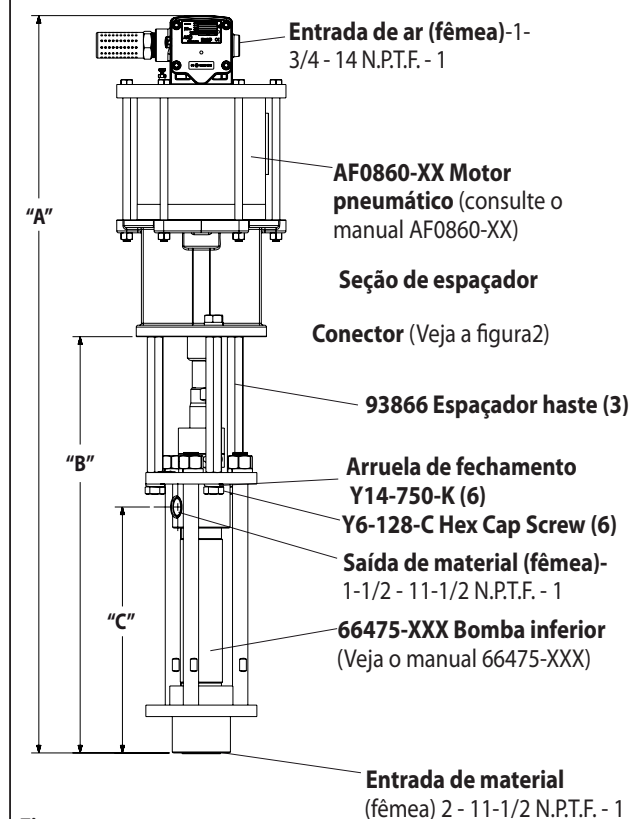

Figura 1
2. Remova as três porcas (Y6-128-C) das três hastes espaçadoras (ver figura 1).